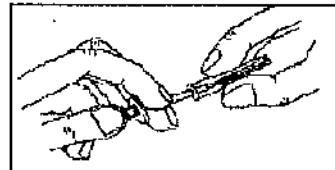

Figura 5
6. Con la varilla, empuje el tapón a lo largo del tubo guía e insértelo completamente en el tubo de llenado para sellarlo (Figura 5).